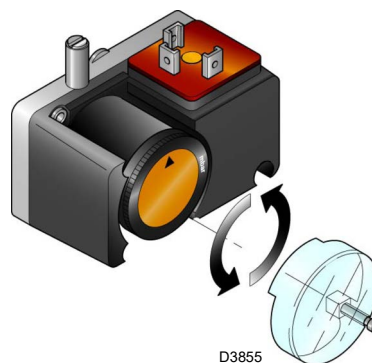

Рис. 30
- Установите реле минимального давления газа (Рис. 30 на стр. 32) на начало шкалы.
Реле минимального давления газа служит для предотвращения неисправной работы горелки из-за слишком низкого давления газа. Отрегулируйте реле минимального давления газа (Рис. 30) после настройки горелки, газовых клапанов и стабилизатора рампы.